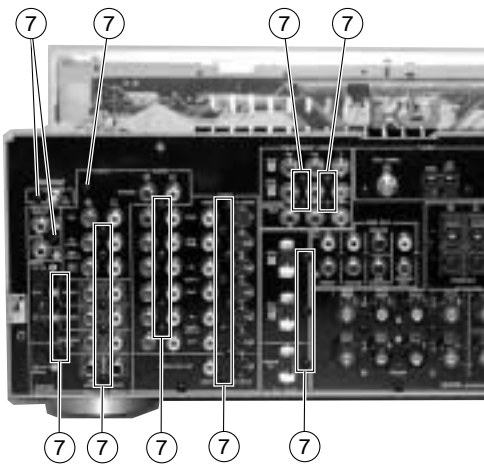

Fig. 8
- a. Remove 31 screws ( ⑦ ). ( Fig. 8 )
- a. ⑦のネジ31本を外します。( Fig. 8 )